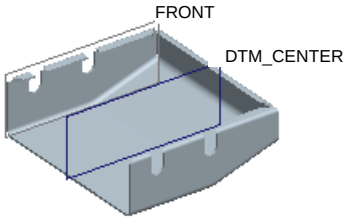

图 11.12.47 基准平面 DTM_CENTER
Step18. 创建图 11.12.47 所示的基准平面 1。单击“平面”按钮 ，选取 FRONT 基准平面为偏距参考面，在对话框中输入偏移距离值 40，然后单击 **确定** 按钮，完成创建（在模型树中将此步创建的基准平面重命名为 DTM_CENTER）。